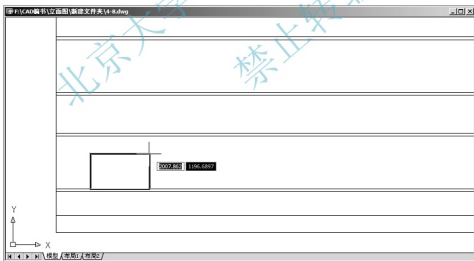

图 4.10 绘制窗洞口的左下角点
(3) 单击【绘图】工具栏上的【矩形】图标, 启动【矩形】命令。
① 在指定第一个角点或【倒角 (C)/ 标高 (E)/ 圆角 (F)/ 厚度 (T)/ 宽度 (W)]: 提示下, 输入“W”后按 Enter 键, 表示要改变矩形的线宽。
② 在指定矩形的线宽 <0.0000>: 提示下, 输入“50”后按 Enter 键, 将矩形线宽改为 50mm。
③ 在指定第一个角点或【倒角 (C)/ 标高 (E)/ 圆角 (F)/ 厚度 (T)/ 宽度 (W)]: 提示下, 输入窗洞口左下角点相对于坐标基本点的坐标 “@1170, 0” 后按 Enter 键。这样就绘出矩形的左下角点, 如图 4.10 所示。